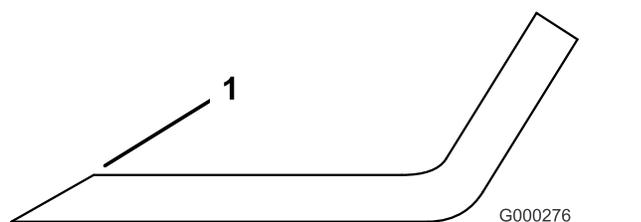

Рисунок 80
4. Проверьте режущие кромки на всех ножах. Заточите режущие кромки, если они затупились или выщерблены. Затачивайте только верхнюю сторону режущей кромки и сохраняйте первоначальный угол заточки (Рисунок 80). Балансировка ножа не нарушается, если с обеих режущих кромок удаляется одинаковое количество материала.